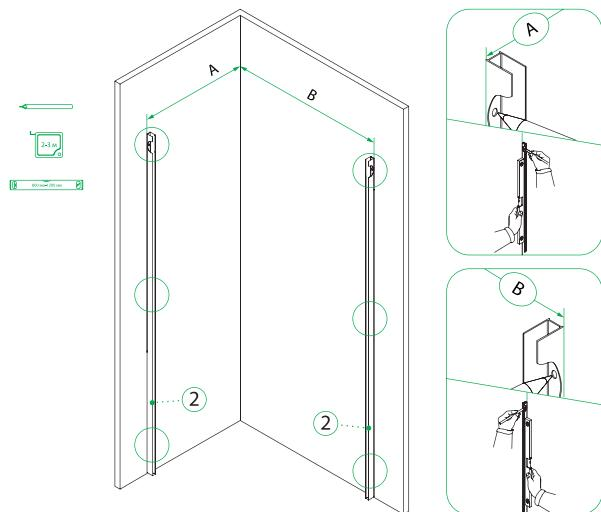
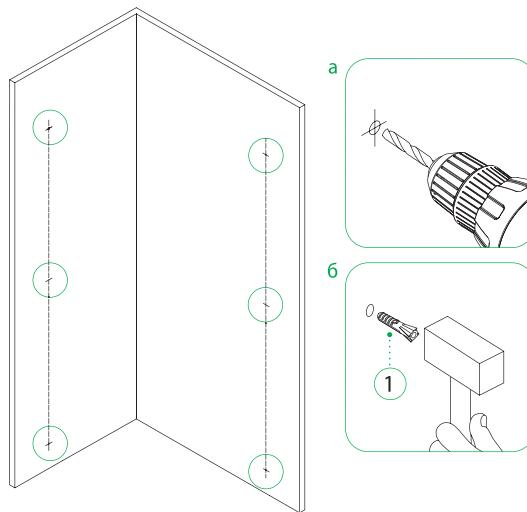

Рис. 6/6-сур.
Рис. 7/7-сур.
3. Приложите пристенные профили (2) к стене, выровняйте по уровню и произведите разметку отверстий для шурупов (рис. 6). Просверлите отверстия (рис. 7-а) и вставьте дюбели (1), как показано на рисунке рис. 7-б.